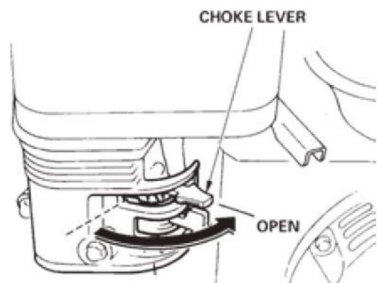

FIG.8
9.4 Coloque la palanca del estrangulador (FIG. 8) en la posición "ABIERTO" si inicia un calentamiento motor o la temperatura es cálida.